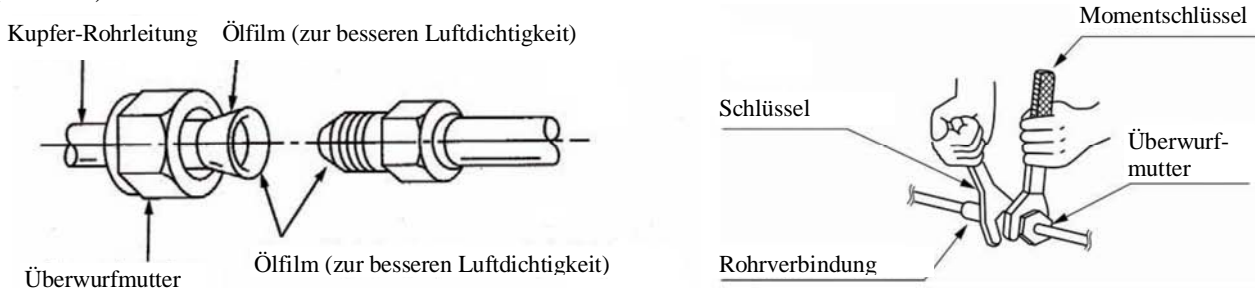

Abb. 44
2. Ziehen Sie die Überwurfmutter mit Drehmomentschlüssel an, bis der Drehmomentschlüssel klappert (Abb. 44).